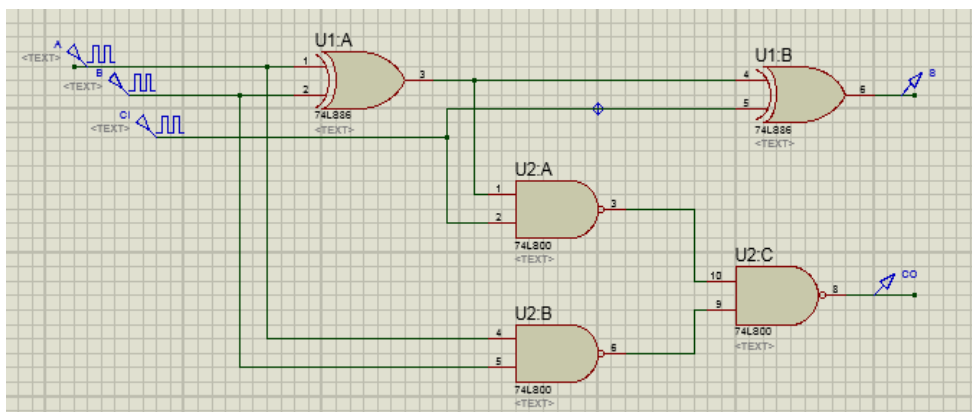

图 1 门电路实现全加器仿真图
（6）在“Keywords”的搜索框中输入所需元件名称，选择本实验所需元件 74LS86（异或门）、74LS00（与非门），选取元件后，摆好各元件的位置，然后用鼠标单击欲连线的元件，并调整线路的走线，形成图 1 所示的门电路全加器。
(7) 放置输入源。单击工具栏中的按钮 ，在图 1 的输入端放置 DCLOCK 型激励源。然后双击打开其编辑框，如图 2 所示，对其数值进行修改。本实验中，输入 A 的周期设置为 4s，输入 B 的周期设置为 2s，输入 CI 的周期设置为 1s。